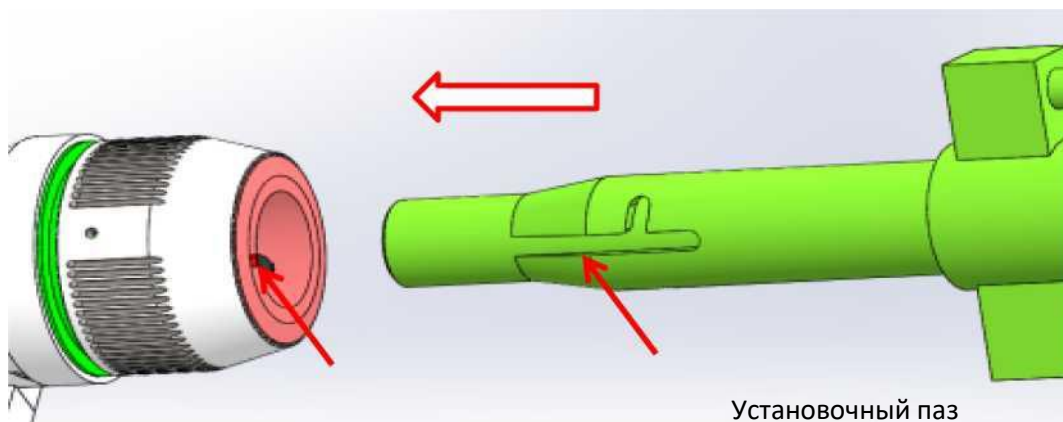

Рисунок 2.3-2
2.3.2 Снимите пылезащитный чехол QBH, поместите очищенную волоконную головку на ту же ось, что и QBH, и убедитесь, что красная точка на QBH находится на той же линии, что и установочная канавка на волоконной головке (длинная канавка на волоконной головке), а затем аккуратно поместите волокно на место. Слегка надавите на QBH до соприкосновения контактных поверхностей волоконной головки и QBH. Рисунок 2.3-2